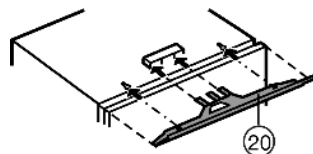

Fig. 10
- ▶ Установите выравнивающий козырек *Fig. 10 (20)* в устройство посередине: вдвиньте в перемычку и навесьте на замочные отверстия.